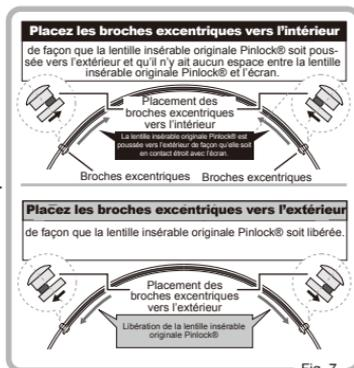

Fig. 7
- ① Retirez l'écran du casque et détachez la lentille insérable originale Pinlock® de l'écran. Pas de excentrische pinnen aan door er aan
- ② Ajustez les broches excentriques en les faisant pivoter avec un outil. (Fig.7)
- ③ Réajustez la lentille insérable originale Pinlock® sur l'écran. Assurez-vous qu'il n'y a aucun espace entre la lentille insérable originale Pinlock® et l'écran après avoir fixé l'écran sur le casque. S'il y a un espace quelconque, veuillez répéter les mêmes étapes.